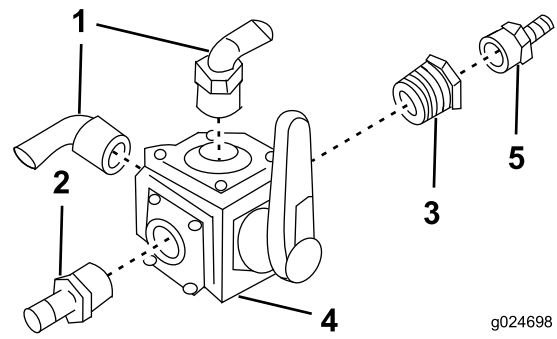

Figura 24
1. Monte as uniões roscadas de 90°, a união roscada reta (NPT 1 pol. x 3/4 pol.), o bocal redutor e a união roscada reta (NPT 3/4 pol. x 1/2 pol.) na válvula de 4 vias, conforme indicado na Figura 24.
Importante: Alinhe as uniões roscadas de 90° conforme indicado na Figura 24.